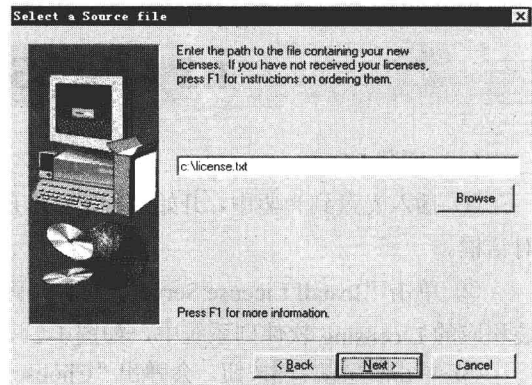

图 1-6 “Select a Source file” 对话框
⑥ 单击  图标, 选择典型安装方式, 会弹出“Select a Source file”对话框, 指定 License 文件的路径, 如图 1-6 所示。